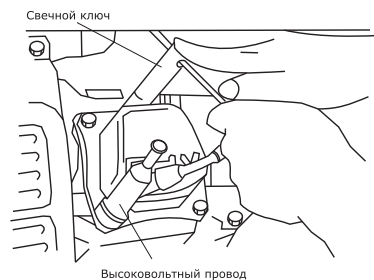
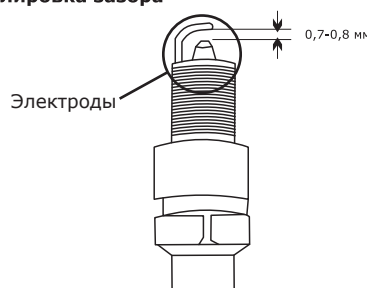

Рис. 22
Рис. 23
- Выверните свечным шестигранным ключом, входящим в комплект поставки, и осмотрите свечу (рис. 22). Электроды свечи должны иметь светло-коричневый цвет (рис. 23).
- Проверьте величину зазора между заземляющим и центральным электродами, используя специальный щуп. При необходимости установите зазор 0,76 мм (рис. 23).